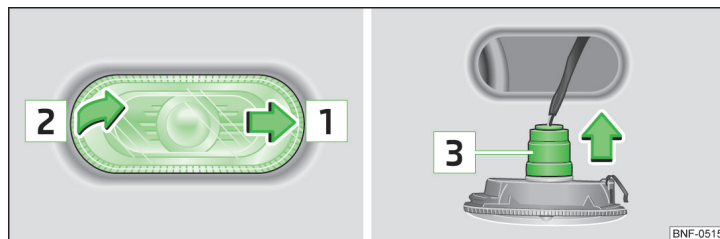

Fig. 131 Lado izquierdo del vehículo: Cambiar la bombilla de la lámpara de luz intermitente
- Deslice la bombilla de la luz intermitente lateral en el sentido de la flecha **1** » fig. 131 (en sentido simétrico al lado derecho del vehículo).